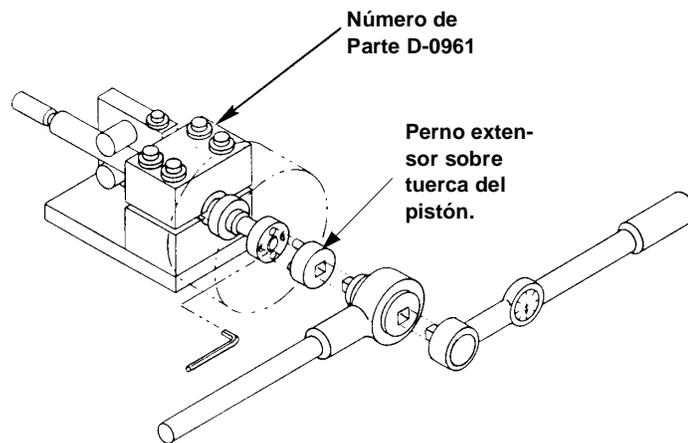

FIGURA 5-11: APARATO DE ANCLAJE DEL PISTON Y BIELA
El aparato de Anclaje de Pistón y Biela que se muestra en la Figura 5.11 será útil para las operaciones de desarmado y armado. Este aparato puede ser adquirido de Ariel.
1. Sujete el pistón y el ensamblaje de la biela en la prensa (D-0961), usando un buje para una biela de 1-1/8" (ver la Figura 5-11). Ajustar los cuatro tornillos de casquete con cabeza de doce puntas para evitar que la biela gire. La prensa sostendrá apropiadamente la biela para prevenir daños a las partes y dar seguridad durante el desarmado y armado. La prensa deberá ser anclada para evitar que gire con la biela. Debe encontrarse a una edad adecuada de 3 pies ó 0.9 metros. Quite los pernos de sujeción de la tuerca del pistón. A pesar de que la tuerca del pistón fue empotrada para asegurar los pernos de casquete, éstos pueden ser sacados a la fuerza, haciéndolos girar con una llave Allen a graves del pequeño labio que se formó.